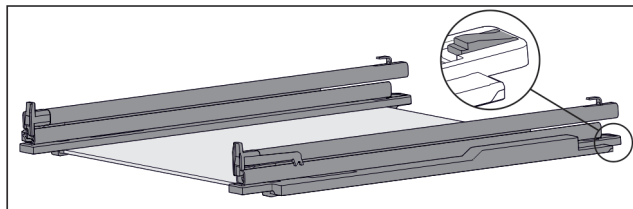

Fig. 116 Placă de sticlă cu șine și piese de fixare
- Apăsați în jos piesa de fixare din spate (vezi Fig. 116) și, în același timp, împingeți șina înapoi.